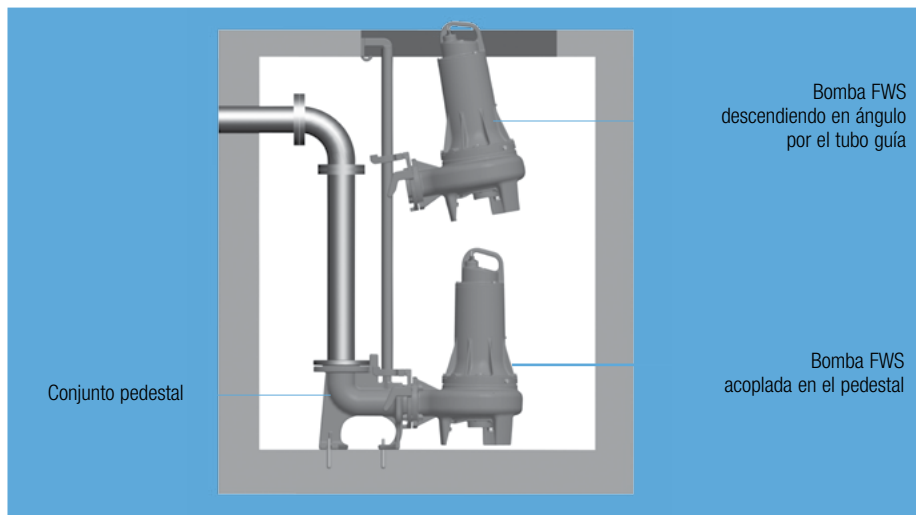

Figura 4 - Instalación de la bomba con sistema de acoplamiento directo a pedestal
- La instalación puede ser móvil con tubo o manguera, o en pedestal con Sistema de Acoplamiento Directo (figura 4).